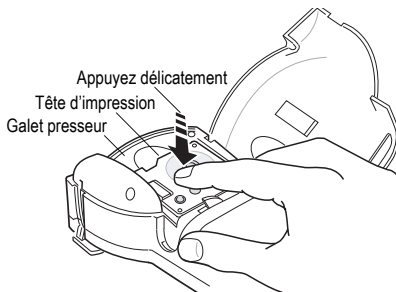

Figure 5
4. Insérez la cassette de sorte que la bande et le ruban soient placés entre la tête d'impression et le galet presseur. Voir Figure 5.